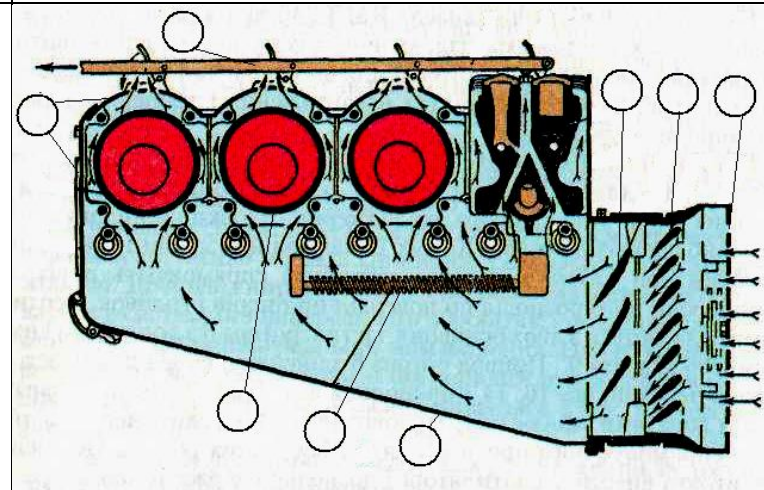

Рис. 2
5. Розгляньте будову повітряної системи охолодження. На рис. 2 позначте: